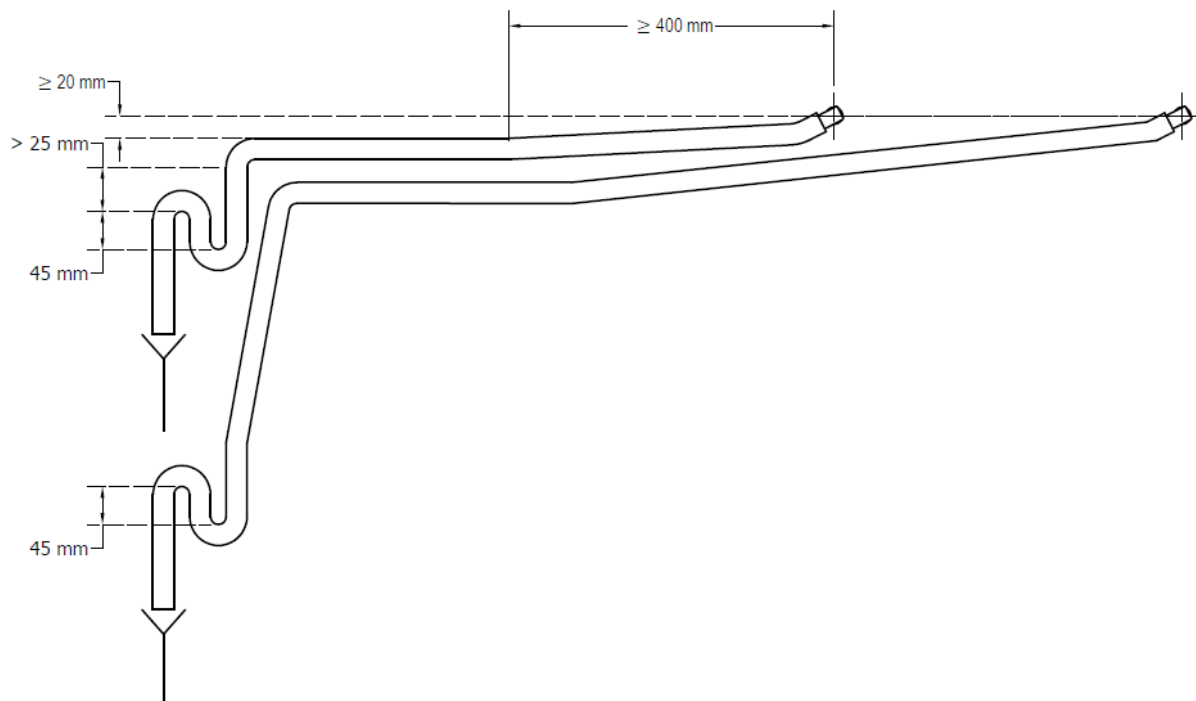

FIG.2
- Esempio di collegamento dei singoli scarichi allo scarico presente nell'edificio.,fig.2.